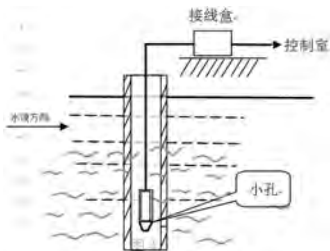

图 4
- a) 在水道中插入钢管，要求钢管壁稍厚一些，并在管壁上不同高度打若干小孔，起到阻尼水波和消除动水压力的影响；（见图 4）